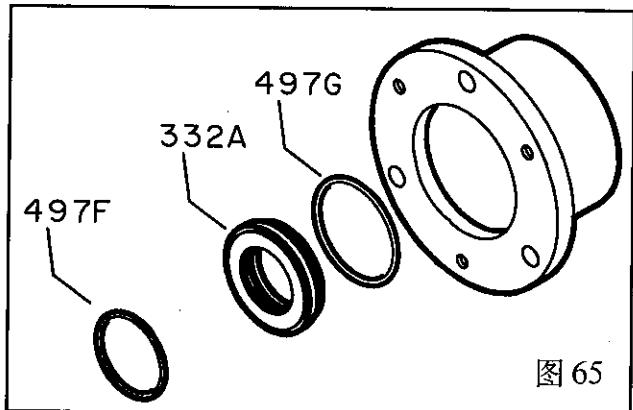

图 65
7. 从轴承座(134)中拆卸外侧迷宫油封(332A)。如有必要取出O型圈(497F)、(497G)。(图65)